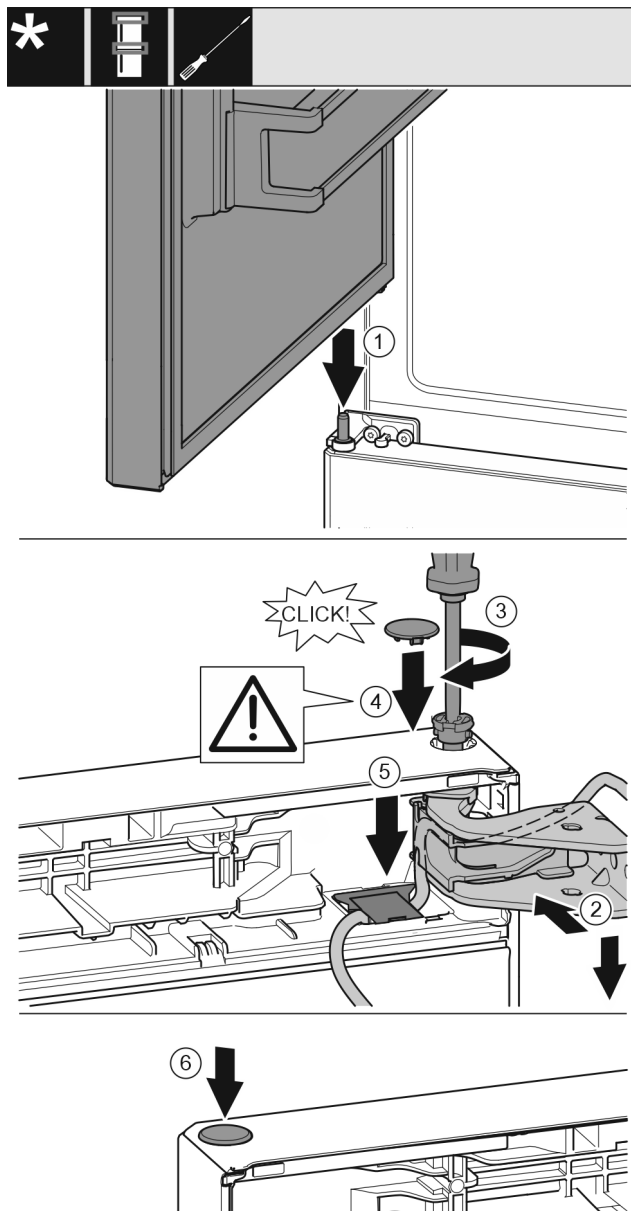

Fig. 43
- Sæt den øverste dør på det midterste hængsel Fig. 43 (1).
- Justér døren foroven i forhold til åbningen i hængselbukken. Fig. 43 (2)
- Indsæt bolten Fig. 43 (3), og skru den fast med en skrue-trækker.
- Monter sikringsafdækningen Fig. 43 (4) til sikring af døren: Indsæt sikringsafdækningen, og kontrollér, om den hviler på døren. Ellers sættes bolten helt ind.
- Indsæt afdækningen Fig. 43 (5), og tryk den ned, til den går i indgreb.
- Indsæt proppen Fig. 43 (6).